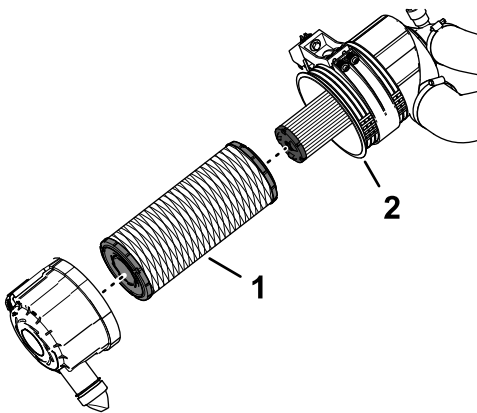

Figura 120
7. Îndepărtați elementul de filtrare al filtrului primar (Figura 120).